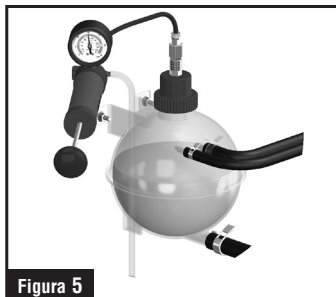

Figura 5
4. Examine la información de servicio del vehículo y la tapa de la botella de refrigerante para determinar la presión adecuada del sistema. Bombear el mango de la probador de presión hasta que la aguja del medidor indique el valor nominal presión del sistema. Vea la figura 5.